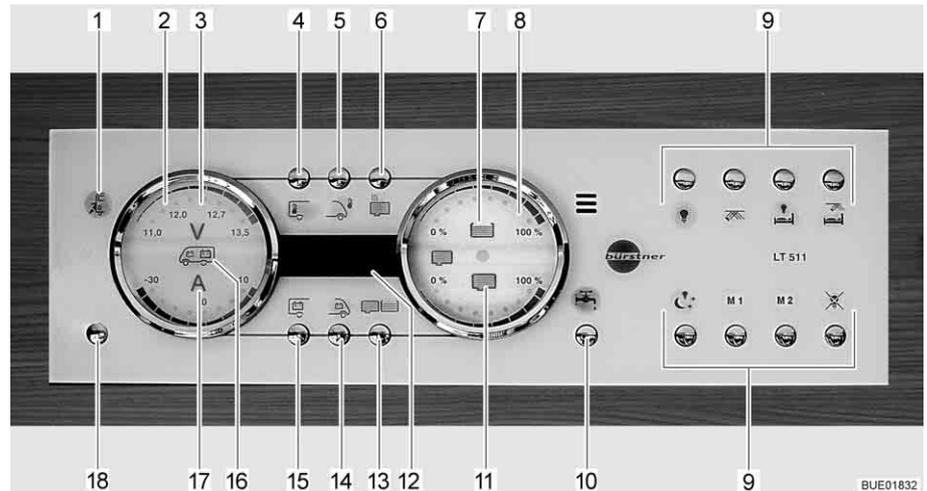

Fig. 165 Pannello di controllo LT 511
La spia di controllo a 230 V (Fig. 165,1) si accende quando all'ingresso della centralina elettrica è presente una tensione di rete.
L'interruttore principale a 12 V (Fig. 165,18) inserisce o disinserisce il pannello di controllo e l'alimentazione a 12 V dell'abitacolo.
- Premere brevemente il tasto dell'alimentazione a 12 V (Fig. 165,18). L'alimentazione a 12 V dell'abitacolo è inserita. L'indicatore di controllo "12 V" si accende.
- ▷ Se dopo l'accensione il LED "11,0" dell'indicazione dei Volt nonché il simbolo dei Volt "V" (Fig. 165,3) nell'indicatore delle batterie (Fig. 165,2) lampeggiano, significa che la tensione della batteria dell'abitacolo è insufficiente. Caricare la batteria.
- ▷ Se dopo l'accensione l'indicatore di controllo "12 V" e il simbolo dei Volt "V" (Fig. 165,3) lampeggiano tre volte, significa che la separazione della batteria è attivata. Disattivare la separazione della batteria.
- Premere brevemente il tasto dell'alimentazione a 12 V (Fig. 165,18). L'alimentazione a 12 V dell'abitacolo è disinserita. L'indicatore di controllo "Alimentazione a 12 V" si spegne.
- Premere il tasto della batteria dell'abitacolo (Fig. 165,15) e tenerlo premuto per ca. 10 secondi. Il simbolo dei Volt "V" (Fig. 165,3) e l'indicatore di controllo "12 V" lampeggiano tre volte. La batteria dell'abitacolo è separata dalla rete di bordo da 12 V.
- Premere il tasto "Alimentazione a 12 V" (Fig. 165,18) e tenerlo premuto per ca. 5 secondi. Il simbolo dei Volt "V" (Fig. 165,3) e l'indicatore di controllo "12 V" lampeggiano tre volte. La batteria dell'abitacolo è collegata alla rete di bordo a 12 V. L'indicatore di controllo si accende dopo ca. 5 secondi.
- Premere il tasto della batteria dell'abitacolo (Fig. 165,15). Il simbolo dei Volt "V" (Fig. 165,3) si accende. Il simbolo degli Ampere "A" (Fig. 165,17) diventa bianco o rosso a seconda del caricamento o dello scaricamento. La tensione della batteria e la corrente della batteria dell'abitacolo vengono indicate attraverso i LED nell'indicatore.
- Premere il tasto della batteria di avviamento (Fig. 165,14). Il simbolo dei Volt "V" (Fig. 165,3) si accende. La tensione della batteria della batteria di avviamento viene indicata attraverso i LED nell'indicatore.
- Premere il tasto dei serbatoi (Fig. 165,13). I simboli del serbatoio dell'acqua (Fig. 165,7) e del serbatoio delle acque grigie (Fig. 165,11) si accendono. I livelli di riempimento del serbatoio dell'acqua (scala superiore) e del serbatoio delle acque grigie (scala inferiore) sono indicati dai LED nell'indicatore.
Il simbolo del serbatoio dell'acqua (Fig. 165,7) o il simbolo del serbatoio delle acque grigie (Fig. 165,11) lampeggia se il serbatoio dell'acqua è vuoto o il serbatoio delle acque grigie è pieno.
Attraverso l'indicatore digitale (Fig. 165,12) è possibile visualizzare la temperatura interna e la temperatura esterna.
- Premere il tasto della temperatura interna (Fig. 165,4). Viene indicata la temperatura interna.